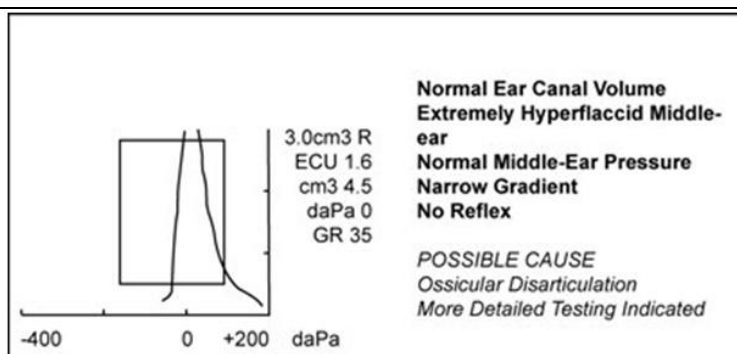

Figure 5 : Tympanogramme anormal 226 Hz
1. Retirez délicatement ce fil du tube métallique (Figure 5). Cela permet de retirer tout cérumen du tube métallique.